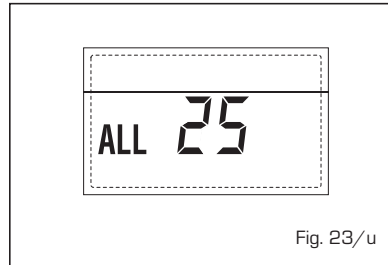

Fig. 23/u
- ANOMALÍA AVERÍA SONDA SOLAR S3 "ALL 26" (fig. 23/v)